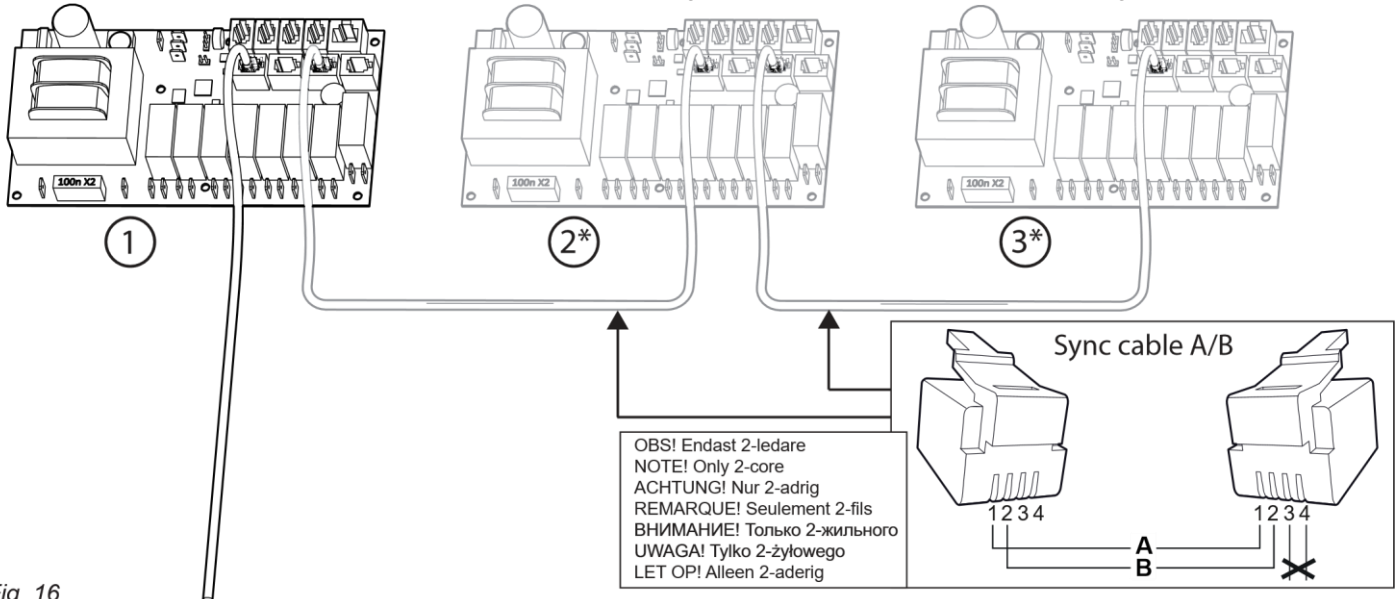

Fig. 16
I collegamenti tra i generatori utilizzano un cavo a bassa potenza (2 fili, RJ10 2P4C A/B) con connettore RJ10, (Fig. 16.) Fare riferimento alla sezione "Descrizione del connettore modulare" (Fig.17) per ulteriori informazioni sulla configurazione dei pin.
Se un generatore di vapore ha bisogno di manutenzione, gli altri possono rimanere in funzione. Un generatore impostato come secondario viene scollegato rimuovendo il cavo tra i circuiti stampati. (Fig. 16)
2. Scollegare il cavo che collega i circuiti di controllo (Fig. 16)